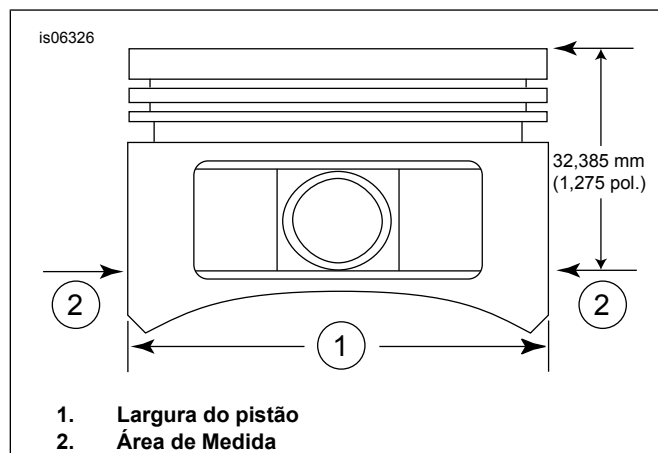

Figura 2. Medidas do pistão
5. Veja Figura 2 . Meça a largura do pistão (1), 90 graus horizontalmente, de ambos os lados do orifício do pino e 1,275 pol. (32,385 mm) para baixo da superfície superior (topo) do pistão (2). Veja a Tabela 11 para o ajuste do pistão para o cilindro neste local.